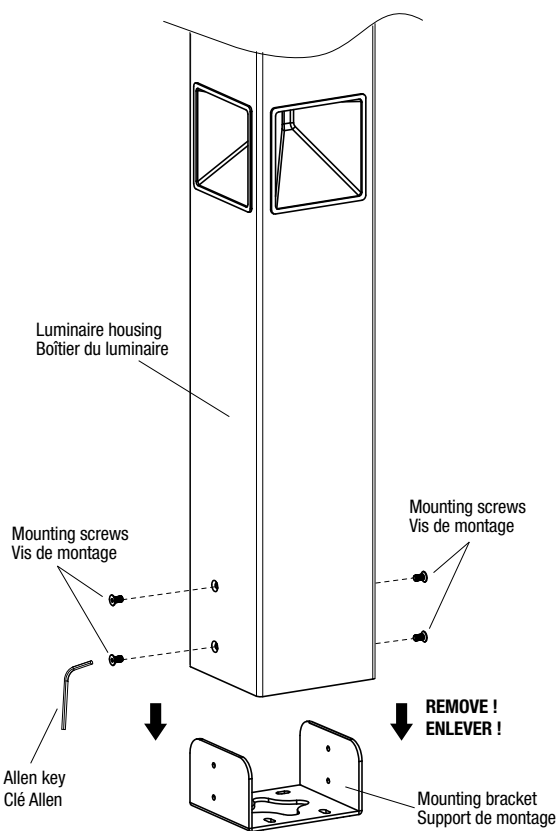

Fig. 1
3. Remove the mounting bracket (four screws) by using an appropriate Allen key (Fig 1).
3. Enlever le support de montage (quatre vis) en utilisant une clé Allen appropriée (Fig. 1).